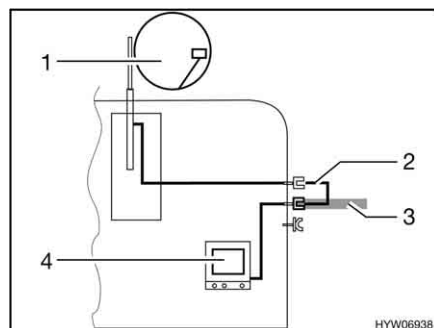

Bild 129 TV im Fahrzeug
- TV im Fahrzeug (Bild 129,4): Anschluss an Dachantenne (Bild 129,1) mit Verbindungskabel (Bild 129,2)
- TV im Fahrzeug (Bild 129,4): Anschluss an externe Antenne (Bild 129,3)